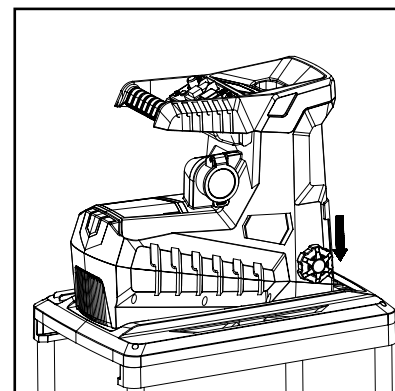
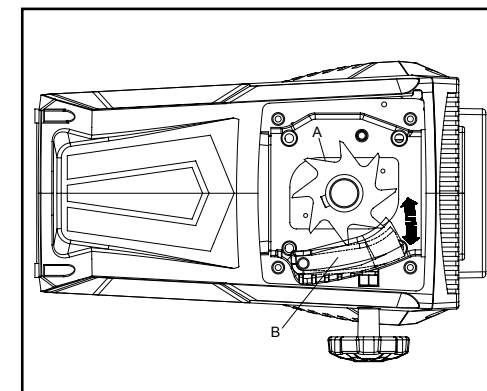

Fig. 14
Fig. 15
3. Avvitare la manopola (6) nel foro presente sul lato dell'alloggiamento (Fig. 14). Regolarla molto lentamente in senso orario fino a percepire una certa resistenza o un lieve cigolio - il rullo (A) tocca la piastra di pressione (B) e alcuni piccoli trucioli di alluminio cadono dallo scivolo di scarico (Fig.15).